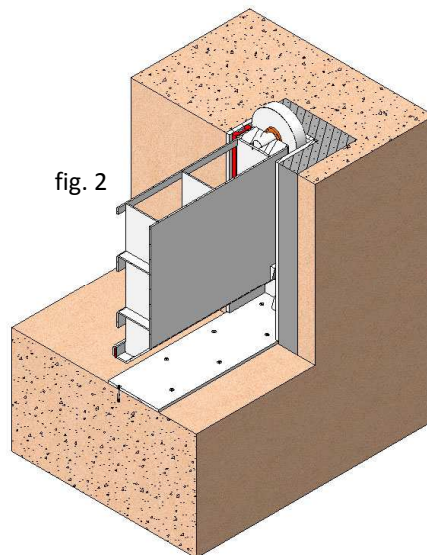
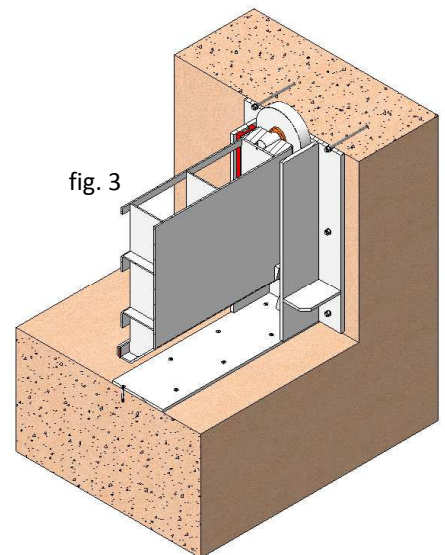

fig. 2
fig. 3
Dal momento che queste saracinesche in genere lavorano con carichi elevati d'acqua, si producono delle forze con dei valori notevoli e la migliore scelta per trasmettere queste forze all'opera civile e garantire il fissaggio più adeguato della saracinesca è il betonaggio ma, come possiamo vedere, esistono anche altre possibilità di montaggio: fig. 2 e fig. 3.
- Per montare la saracinesca con degli ancoraggi ad espansione o chimici (fig. 3) realizzare i seguenti passi: